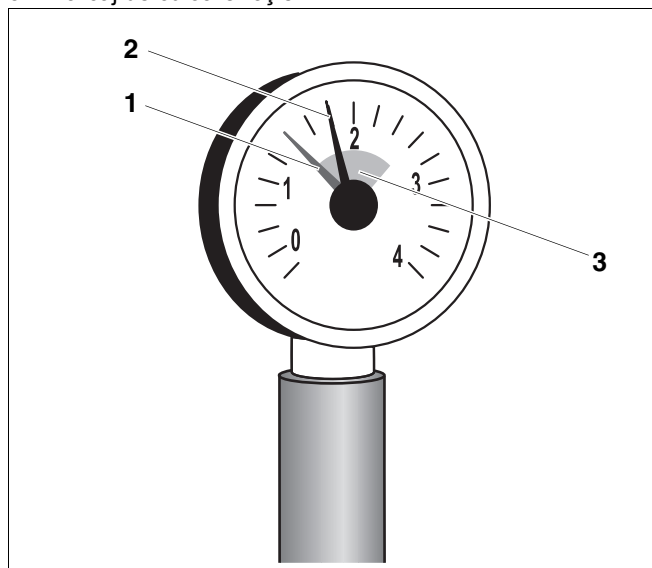

Fig. 4 Manometru pentru instalații de încălzire cu circuit închis
În cazul instalațiilor cu circuit închis, indicatorul manometrului (Fig. 4, [2]) trebuie să se afe în zona marcată cu verde (Fig. 4, [3]). Indicatorul roșu (Fig. 4, [1]) al manometrului trebuie să fe reglat la presiunea necesară instalației de încălzire.
- Dacă indicatorul manometrului (Fig. 4, [2]) se afă sub marcajul de culoare verde (Fig. 4, [3]) atunci presiunea apei din instalația de încălzire este prea mică. Umpleți instalația de încălzire cu apă de completare (vezi Cap. 3 "Folosirea apei adecvate pentru umplere și completare", pagina 7).